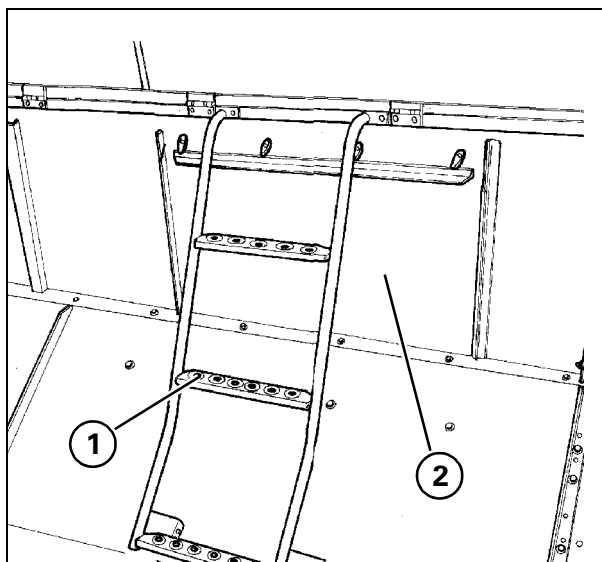
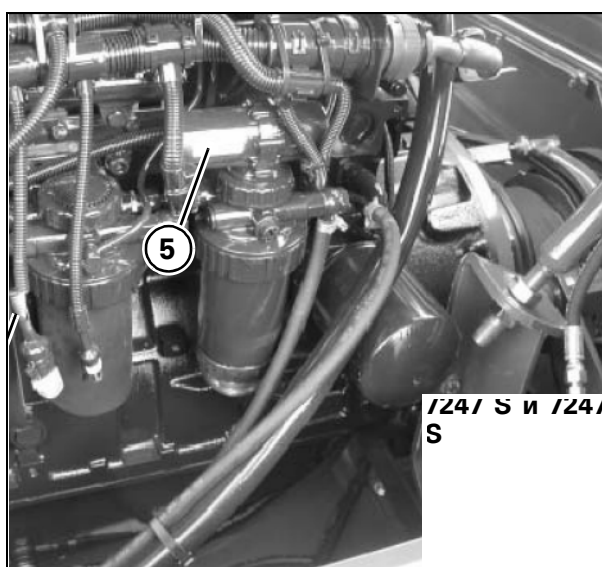

Рис. 74
Рис. 76
67. Фильтры дизельного топлива двигателя - Рис. 74 и Рис. 76